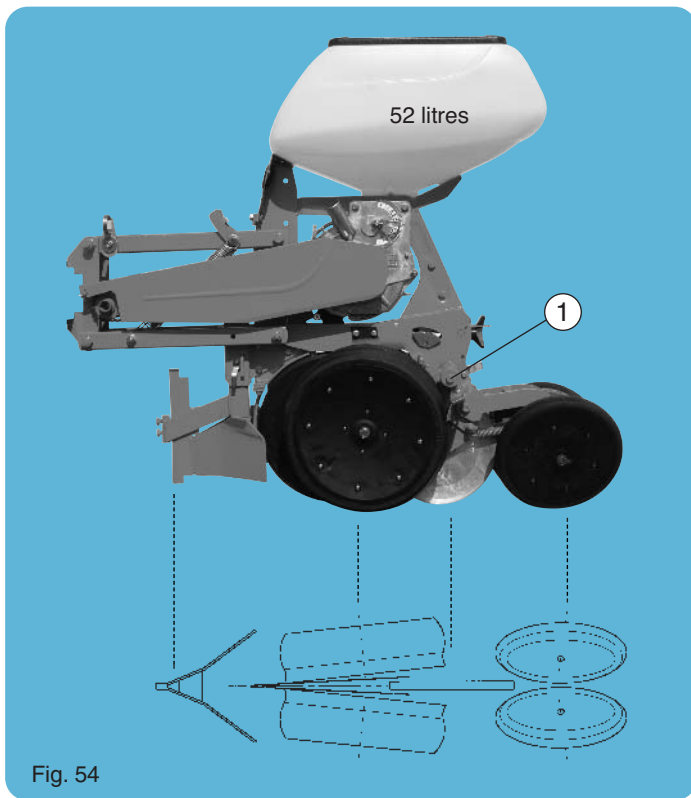

Fig. 54
- Semoir attelé, enlever les roues latérales de jauge avec les bras par les vis ① (fig. 54).
- With planter hitched, remove the side gauge wheels with arms by using the screws ① (fig. 54)